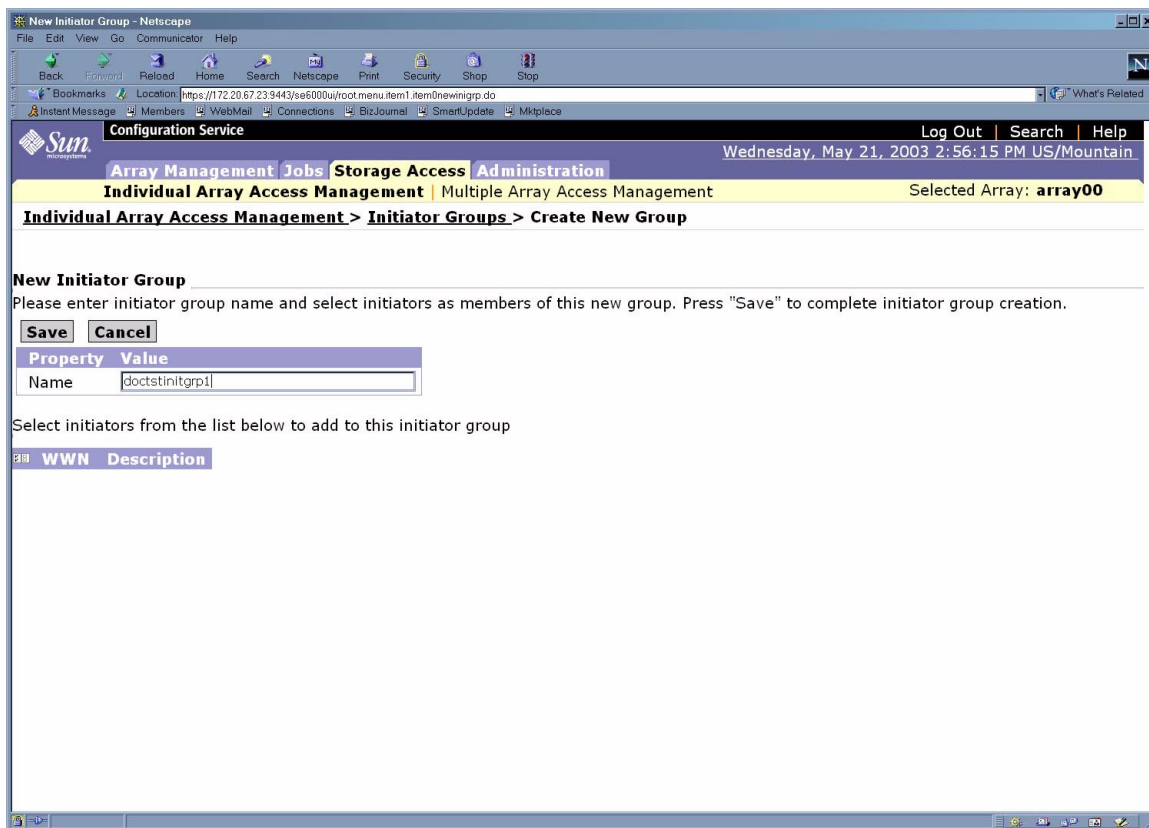

図 6-28 「イニシエータグループの新規作成」 ページ
7. 「作成」をクリックします。図 6-28 に示すような「イニシエータグループの作成」ページが表示されます。